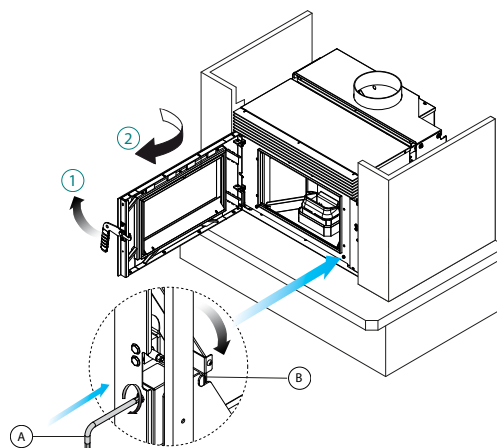

fig. 6.1.13
- 13) Aprire lo sportello, inserire la chiave a brugola (A) nella sede del limitatore; ruotare la leva di blocco destra in posizione (B) per bloccare le guide (fig. 6.1.13)